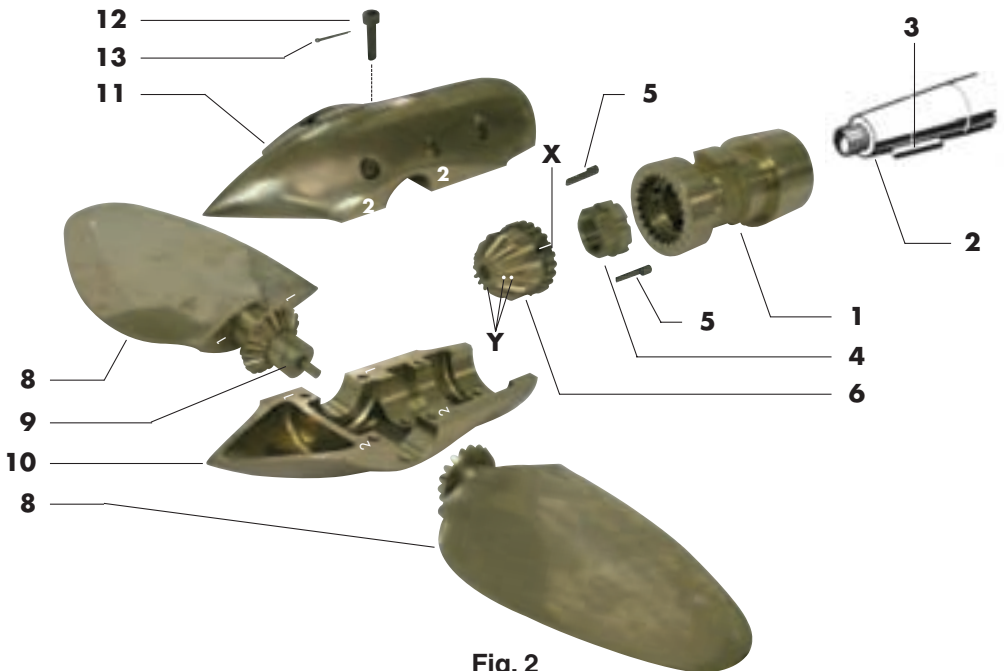

Fig. 2
- 3) **MONTAGGIO - ASSEMBLY:** Tenete presente che le parti che compongono la Max-Prop® non sono intercambiabili; nel caso si ricevessero contemporaneamente più eliche, sarà quindi necessario fare molta attenzione a non mischiare i vari pezzi smontati. Effettuate le successive operazioni facendo riferimento alla Fig. 2.
Max-Prop® parts are not interchangeable. Make sure if you receive more than one propeller that you do not interchange them. Please use Fig.2 for part number references.
- E)** Tenendo ben ferme le due pale [8] premute contro il distanziale [9], senza spostare i denti dai riferimenti scelti, montare la mezza ogiva [10]. Fate attenzione che corrispondano i riferimenti pale-ogiva, 1 con 1, 2 con 2 (Fig. 2).